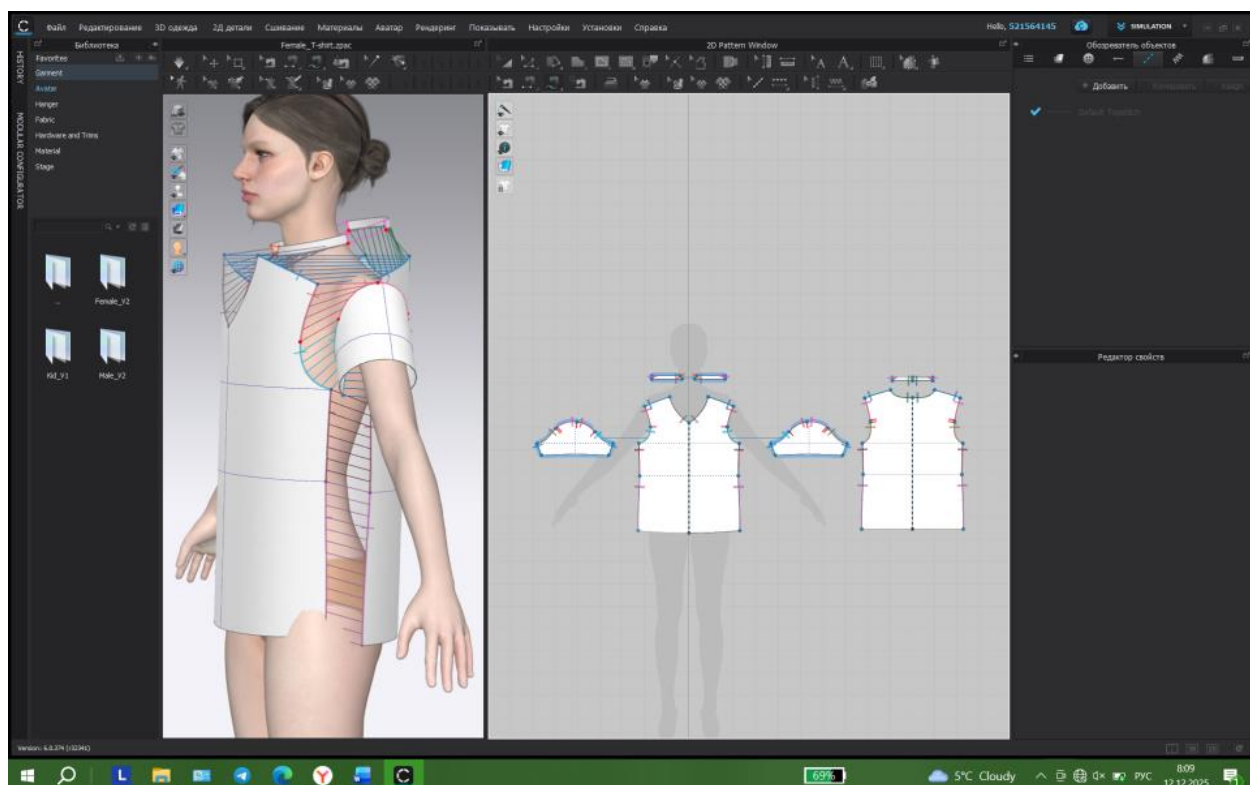

Рисунок 4.4 – Проверка корректности соединений
3. *Работа со швами и соединениями*: определение линий сшивания между деталями. Настройка припусков на швы. Проверка корректности соединений перед симуляцией (рис. 4.4).